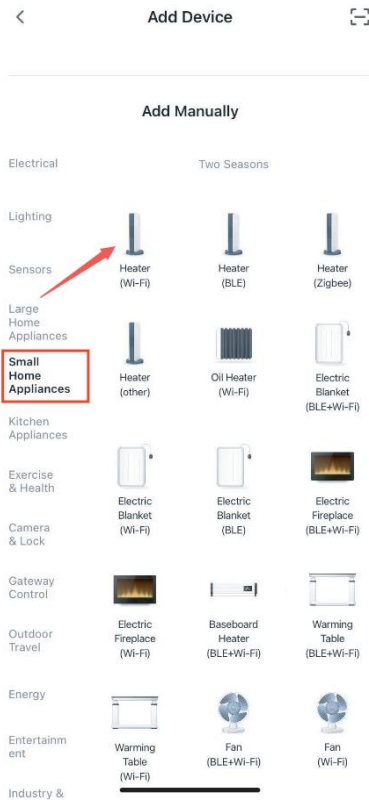

imagen A-2
2. Elige “Calefactor”, como se muestra en la imagen A-2.